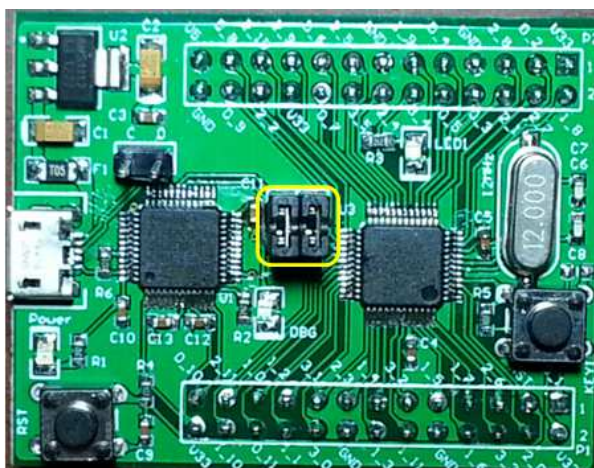

图 5-3 H0 ARM 实验板上的串口连接
(2) 参考前序实验的方法和步骤建立工程。启动 Keil uVision，新建一个工程 ex05。建立 C 源文件 ex05.c，编写实验程序，然后添加到工程中。设置工程选项。程序见程序清单 5.1。
(3) 连接 H0 实验板，确保如图 5-3 的跳线连接。